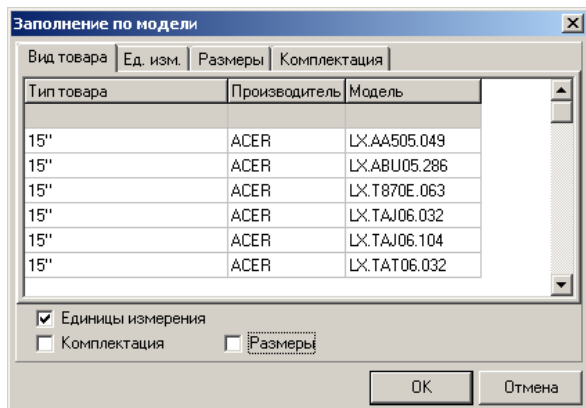

Рис. 39. Заполнение по модели
- Кнопка [Заполнить по ...] позволяет заполнить таблицу сложных единиц измерения, размеров и(или) комплектации по образцу другой модели. Нажатием кнопки [Заполнить по ...] открывается диалог «Заполнение по модели» (рис. 39), в котором можно выбрать модель.